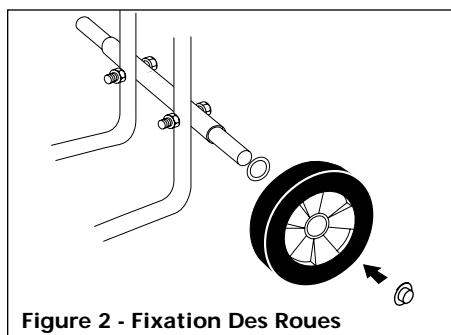

Figure 2 - Fixation Des Roues
- Glisser une rondelle de 5/8 po D.I. et une roue à chaque extrémité de l'arbre. Taper un écrou sur chaque extrémité de l'arbre avec un marteau afin de tenir les roues (Voir Figure 2).